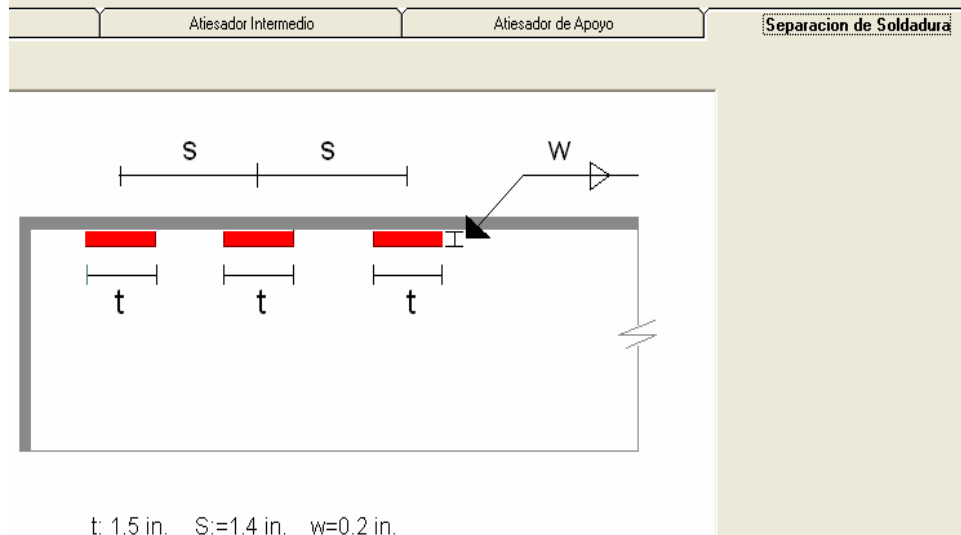

Figura 6.24 Dimensiones de Soldaduras.
5. Las soldaduras se observan en la Figura 6.24.